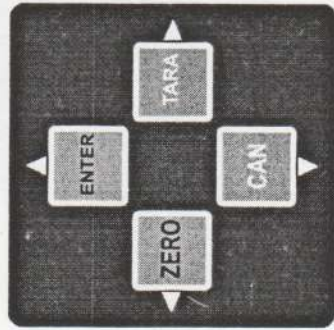

Figura 2-Aspectul exterior tastaturii de operare
1.4.6 Aspectul exterior al tastaturii este prezentat pe figura 2.